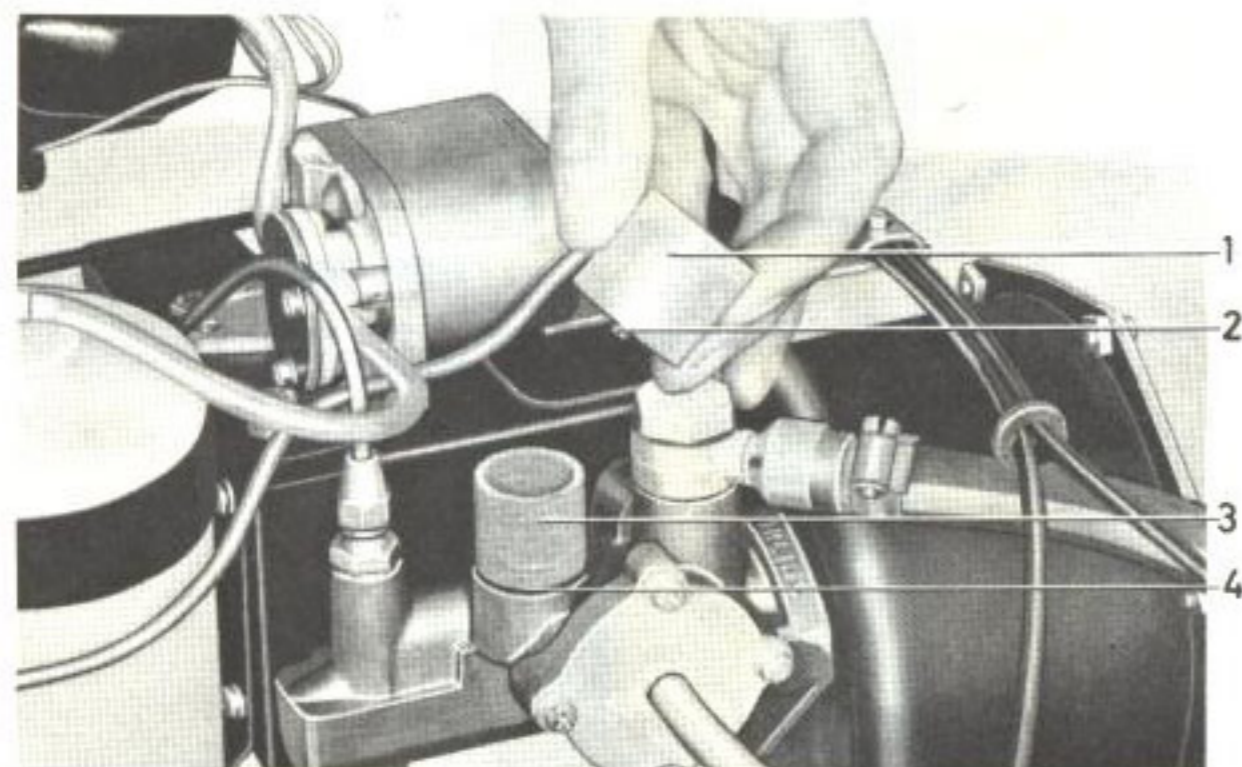

Bild 87. Byte av filterinsats
Insatsen är åtkomlig sedan dess kåpa demonterats. I tidigare utförande av filter kan detta ske sedan bygeln förts åt sidan och i senare utförande (bild 87) skruvas fästskruven ur. Vid byte rengörs kåpan men insatsen skall alltid bytas mot ny. Dra fästskruven (2) med ett moment av 0,3–0,4 kpm (2–3 ftlb.)
6. Montera ny packning och luftfilterinsats samt sätt på kåpan och bygel. Gäller det senare utförande av luftfilter (bild 87) dras skruven med ett moment av 0,3–0,4 kpm (2–3 ftlb).